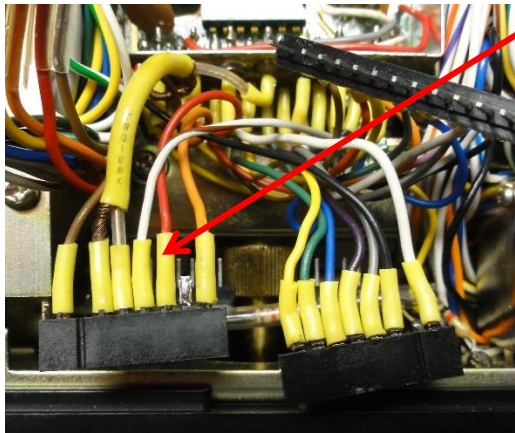

Figura 2 (después)
- Desuelde el cable desde el pin 6 (rojo, véase la figura 1) en el conector izquierdo (J2201) y soldar el cable a la clavija 5 (véase la figura 2). Pin 6 permanece libre.
Como se muestra en la Figura 2, los esparcidores de fibra óptica en los dos conjuntos de láminas del rotor evitan que se giren en sentido contrario a las agujas del reloj más allá de la capacidad máxima. Sin embargo, esto sería absolutamente necesario para invertir la frecuencia a la dirección de rotación.